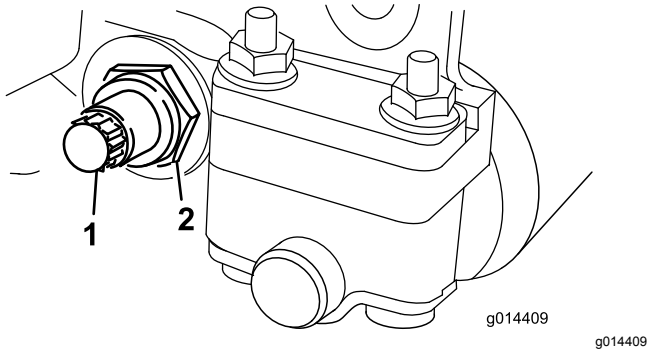

Bild 14
- Lösen Sie an jeder Seite der Maschine die Sicherungsmutter, mit der die Schraube des Untermesserträgers befestigt ist (Bild 14).
- Nehmen Sie jede Schraube des Untermesserträgers ab, damit der Untermesserträger nach unten gezogen und von der Schneideinheit entfernt werden kann (Bild 14).